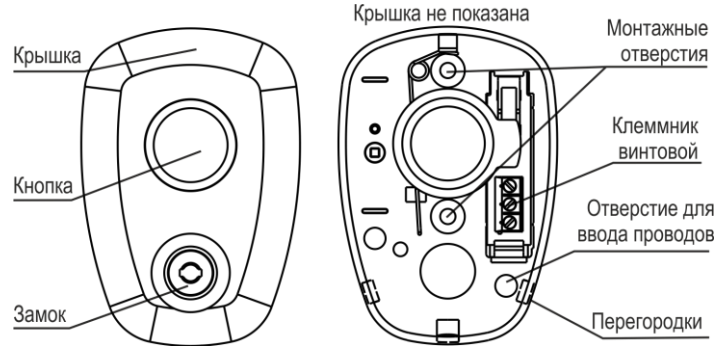

Рисунок 2
4.1 Конструктивно извещатель выполнен в виде блока, состоящего из съемной крышки (лицевая сторона) и основания (рисунок 2). На основании установлена печатная плата с радиоэлементами, в крышке установлен металлический механический замок для разблокировки кнопки.